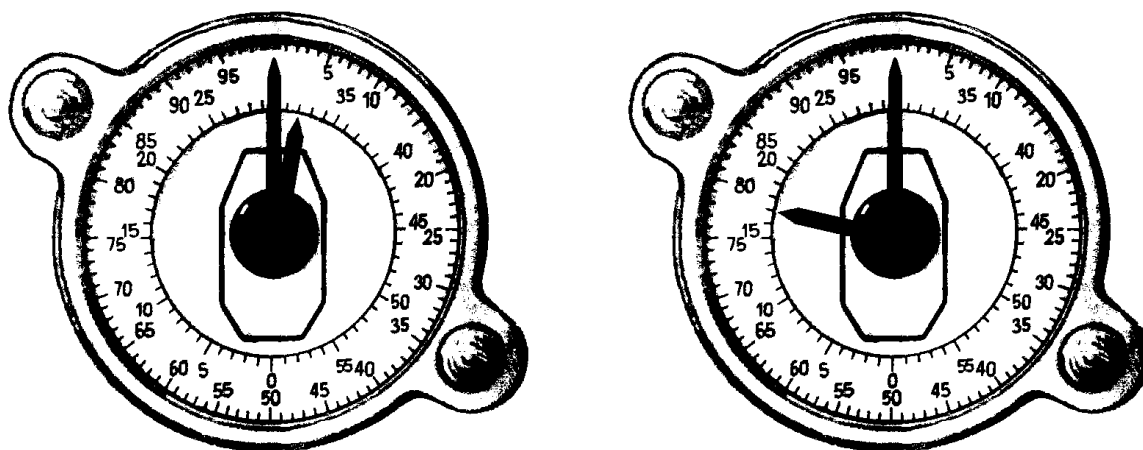

Рис. 18. Положення азимутального покажчика 32-00 та 17-00
- після того, як навідник-оператор розверне башту у положення 32-00 по азимутальному покажчику (рис. 18), направляє разом з навідником-оператором по системі живлення спочатку стрічки з ОФЗ и ОТ снарядами, а потім с БТ снарядами, для чого за допомогою викрутки 1-1x300 зі складу комплекту ЗІП гармати 2А42 просуває стрічки по гвинтовому рукаву, одночасно подаючи команди навіднику-оператору на короткочасне вмикнення механізму підтягування стрічки «ПЕРЕМОТКА О» або «ПЕРЕМОТКА Б»1;